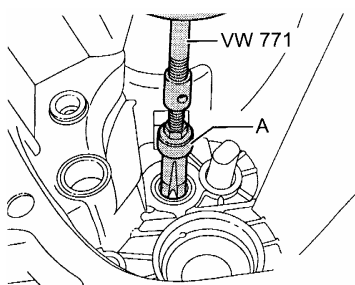

图 12-71 拉出滚柱套筒
(2) 拉出滚柱套筒应使用 22~28mm 的内拉出器 A (例如 Kukko 21/4), 如图 12-71 所示。装配内拉出器时, 将破坏滚柱套筒内部的塑料衬套。